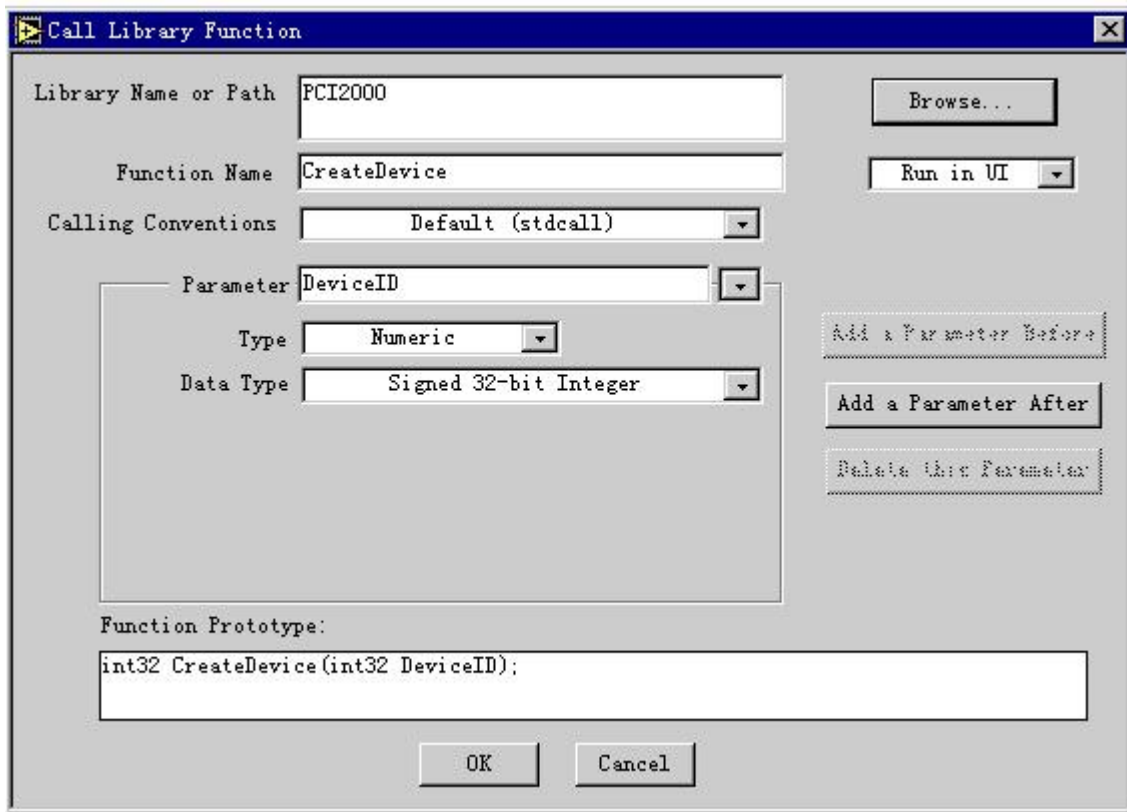

图 19 CreateDevice 创建成功后的配置情况
8.再确保 Type 为 Numeric, DataType 为 Signed 32-Bit Integer, Pass 为 Value。这样，CreateDevice 即创建成功，如图 19。